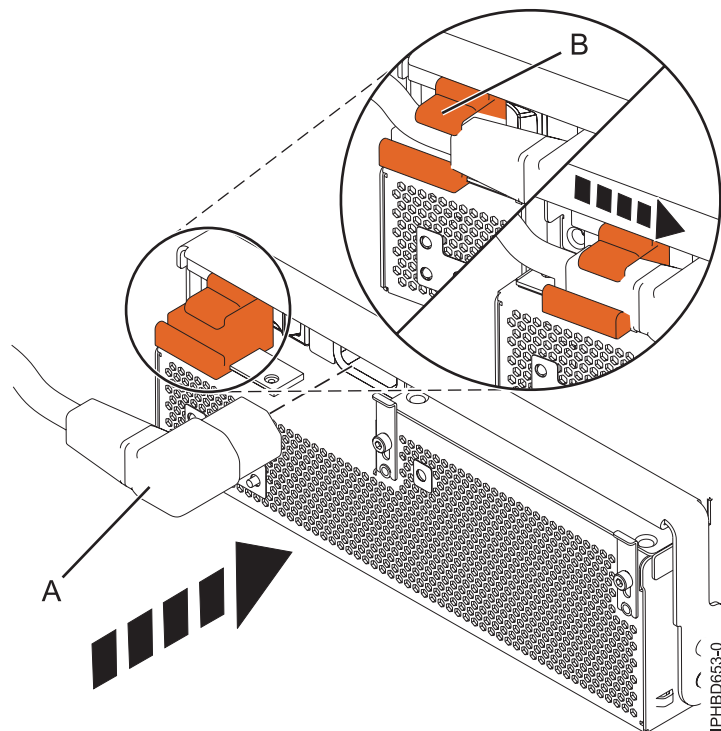

Figure 17. Raccordement du câble d'alimentation à l'avant de l'unité d'extension
8. Branchez le câble d'alimentation (A) à l'avant de l'alimentation électrique puis faites glisser le support de câble (B) en position fermée pour fixer le câble, comme indiqué à la figure 17.